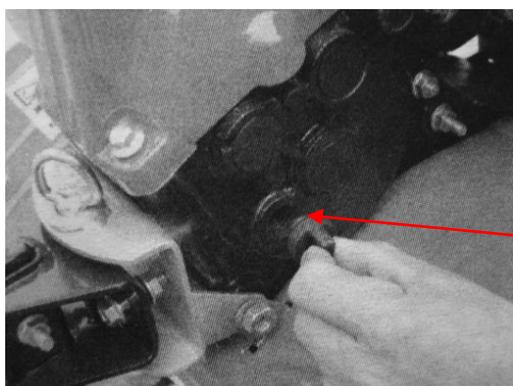

Figure 4
- Umieścić glebogryzarkę na poziomej powierzchni i wyjąć korek (patrz Rys. 4).